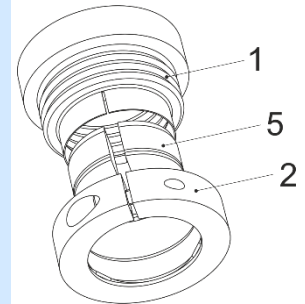

Bild 5
- ❑ Beschädigung des Metallbalgs (1) vor und bei der Montage unbedingt vermeiden.
- ❑ Klemmring (2) mit Haltefeder (3) muss in Reduzierbuchse (5) beziehungsweise Reduzierbuchse mit kegeliger Bohrung (6) eingerastet sein.
- ❑ Damit die in Tabelle 2 auf Seite 2 angegebenen Drehmomente sicher übertragen werden, müssen die Schlitze von Metallbalg (1), Klemmring (2) und Reduzierbuchse (5) aufeinander ausgerichtet werden (siehe Bild 5).
Montage der Kupplung Type 932.333 / 932.433 (Bild 5)
2. Schieben Sie die komplette Kupplung über die gesamte Länge der Reduzierbuchse (5) auf eine Welle.
3. Achten Sie darauf, dass der Metallbalg (1) bis auf Anschlag zwischen Klemmring (2) und Reduzierbuchse (5) eingeschoben ist und die Schlitze von Metallbalg (1), Klemmring (2) und Reduzierbuchse (5) aufeinander ausgerichtet sind (siehe Bild 5).
4. Ziehen Sie die Zylinderschraube (4) an. Das Schraubenanzugsmoment (siehe Tabelle 1) muss unbedingt eingehalten werden.
5. Schieben Sie die zweite Welle über die gesamte Länge der Reduzierbuchse (5) in die Kupplung.
6. Kontrollieren Sie, ob der Metallbalg (1) bis auf Anschlag zwischen Klemmring (2) und Reduzierbuchse (5) eingeschoben ist und die Schlitze von Metallbalg (1), Klemmring (2) und Reduzierbuchse (5) aufeinander ausgerichtet sind (siehe Bild 5).
7. Ziehen Sie die Zylinderschraube (4) an. Das Schraubenanzugsmoment (siehe Tabelle 1) muss unbedingt eingehalten werden.
1. Ziehen Sie den Klemmring (2) mit der vorstehenden Reduzierbuchse mit kegeliger Bohrung (6) von der Kupplung ab.
3. Schieben Sie die Reduzierbuchse mit kegeliger Bohrung (6) auf die konische Welle.
4. Fixieren Sie die Reduzierbuchse mit kegeliger Bohrung (6) mittels Mutter bzw. Schraube mit Pressdeckel.
5. Schieben Sie den Rest der Kupplung mit der offenen Metallbalgseite bis auf Anschlag zwischen den Klemmring (2) und die Reduzierbuchse mit kegeliger Bohrung (6).
6. Ziehen Sie die Zylinderschraube (4) an. Das Schraubenanzugsmoment (siehe Tabelle 1) muss unbedingt eingehalten werden.
7. Schieben Sie die zweite Welle über die gesamte Länge der Reduzierbuchse (5) in die Kupplung.
8. Kontrollieren Sie, ob der Metallbalg (1) bis auf Anschlag zwischen Klemmring (2) und Reduzierbuchse (5) eingeschoben ist und die Schlitze von Metallbalg (1), Klemmring (2) und Reduzierbuchse (5) aufeinander ausgerichtet sind (siehe Bild 5).
9. Ziehen Sie die Zylinderschraube (4) an. Das Schraubenanzugsmoment (siehe Tabelle 1) muss unbedingt eingehalten werden.